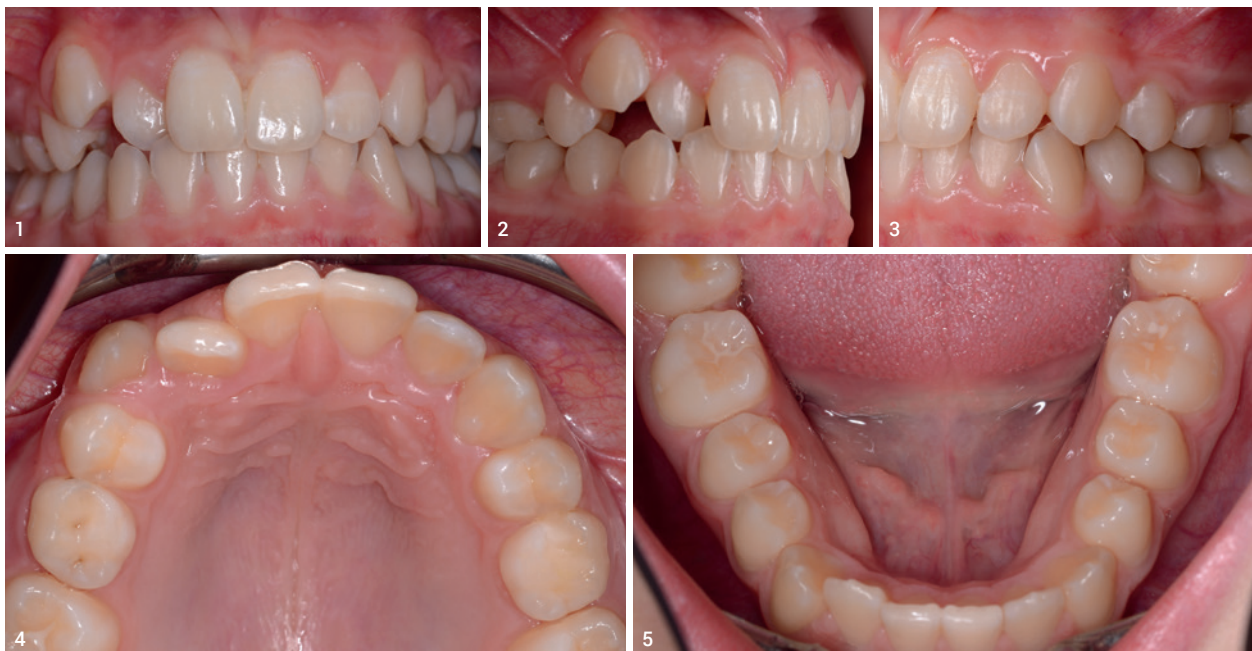

Abb. 1–5: Klinische Ausgangssituation, intraorale Aufnahmen.
sich eine Vorwanderung von 1,5 mm. Ferner lagen an Zahn 12 ein Kreuzbiss sowie ein Steilstand der Fronten vor (Abb. 1 bis 5).
**Abb. 11:** Positionierung der Brackets. **Abb. 12:** Entfernen der Kleberüberschüsse mithilfe eines Heidemann-Spatels. **Abb. 13:** Ausrichtung mittels Höhenlehre. **Abb. 14:** Aushärtung des Komposits. **Abb. 15:** Eingliederung des ersten Behandlungsbogens (.014" NiTi). **Abb. 16:** Die als Positionierungshilfe gedachte Farbcodierung wurde mit dem ersten Zähneputzen entfernt. **Abb. 17:** Erster Bogenwechsel nach fünf Wochen. Es ist die beginnende Einstellung von Zahn 13 erkennbar. **Abb. 18 und 19:** Die erfolgte Zahnbewegung ist deutlich erkennbar. Zudem war die anfangs schlechte Mundhygiene verbessert worden. (Abb. 1 bis 19: © Dr. Marcus Holzmeier)